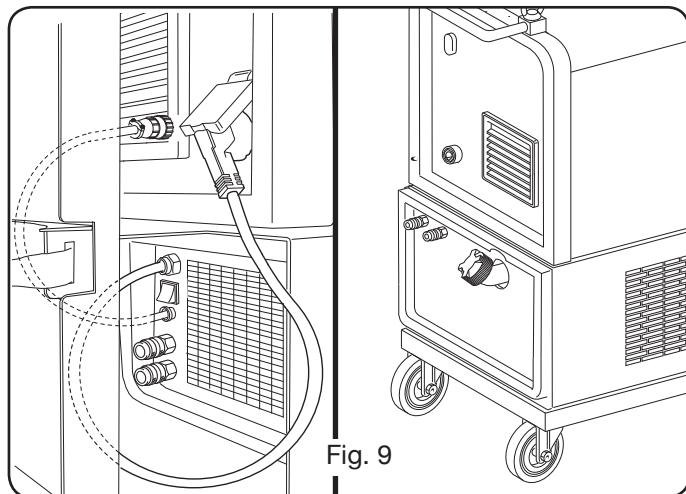

Fig. 9
3.5 MONTAGE DU GROUPE DE REFROIDISSEMENT (ART. 1683 - SUR DEMANDE POUR ART. 318 ET 319) (Fig.9).